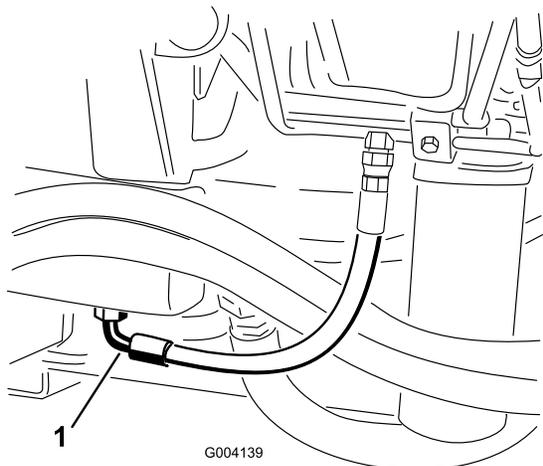

Рисунок 72
2. Установите большой сливной поддон под штуцер, расположенный в нижней части бака с гидравлической жидкостью (Рисунок 72).